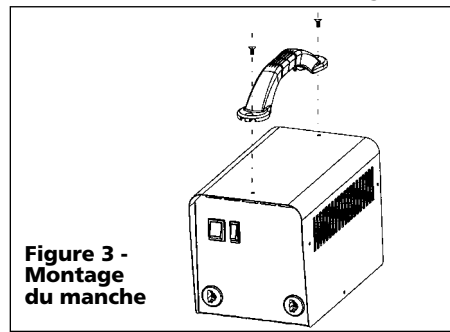

Figure 3 - Montage du manche
1. Aligner les trous de l'extrémité du manche avec les trous sur le dessus de la soudeuse. Serrer avec des vis. (Figure 3).